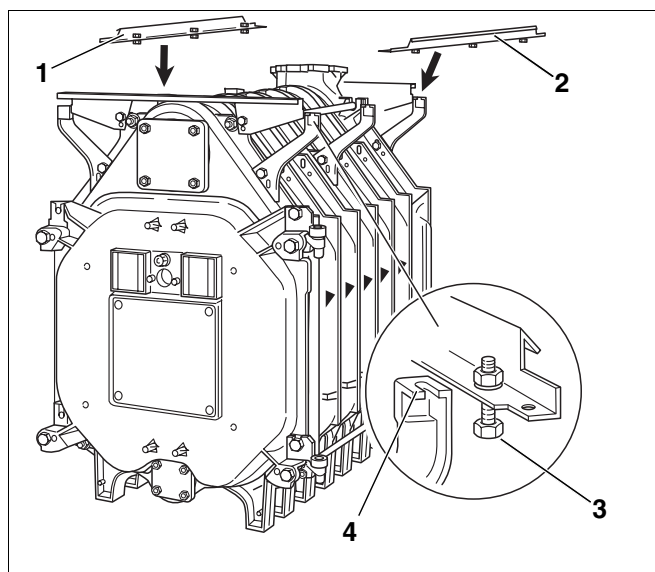

Fig. 38 Montarea șinelor transversale
- Șinele transversale (fig. 38, **poz. 1 și 2**) se așează pe cele două console de pe elementii anterior și posterior.
- Șinele transversale cu șuruburile premontate (fig. 38, **poz. 3**) se introduc în șlițurile consolelor (fig. 38, **poz. 4**) apoi se strâng șuruburile.